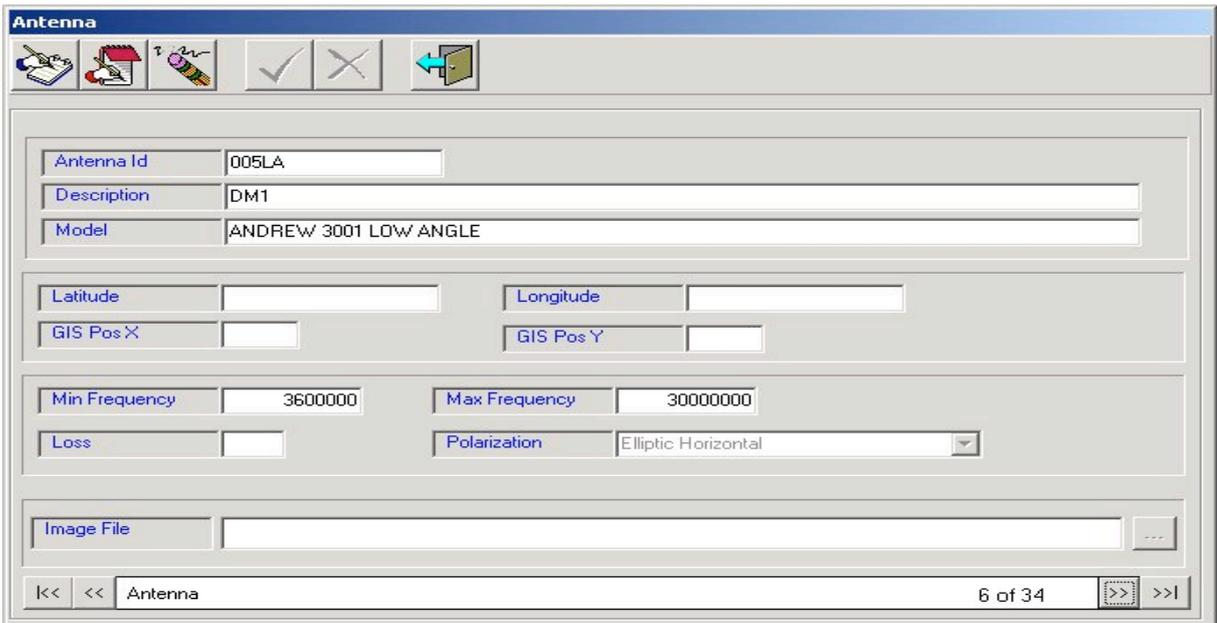

FIGURA 1
- a.1) Il sottomenu Table permette di gestire il contenuto informativo della tabella contenente i dati relativi alle antenne esistenti. L'interfaccia con l'utente si presenta come illustrato nella figura 1.